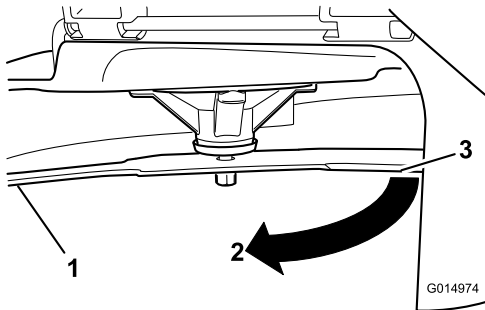

Figura 59
3. Segunda distancia medida entre cuchilla y superficie (B)
4. Gire la misma cuchilla 180 grados de manera que el otro extremo esté en la misma posición (Figura 59).